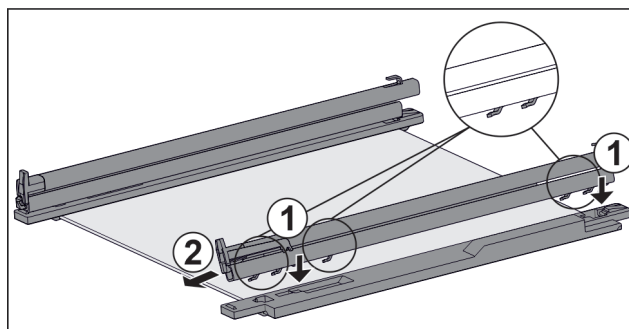

Fig. 227 Ripiano in vetro con guide e fermi
- Inserire il gancio della guida sulle aperture del **gancio** sinistro. Fig. 227 (1)
- Tirare la guida in avanti. Fig. 227 (2)
- Inserire il gancio della guida nelle aperture del **gancio** destro. Fig. 227 (1)